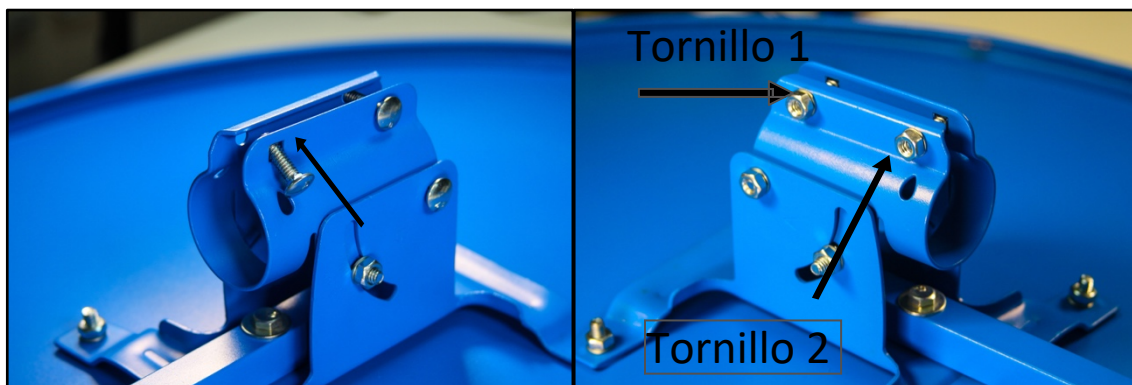

Imagen 10. Instalación de Tornillos en Abrazadera.
Colocar dos (2) tornillos de cabeza redonda 1/4*25 en la abrazadera. Estos tornillos se introducen por el lado de la abrazadera donde los huecos son cuadrados como se ve en la Imagen 10, se coloca la arandela y la tuerca y se enrosca la tuerca hasta el metal sin apretarla.